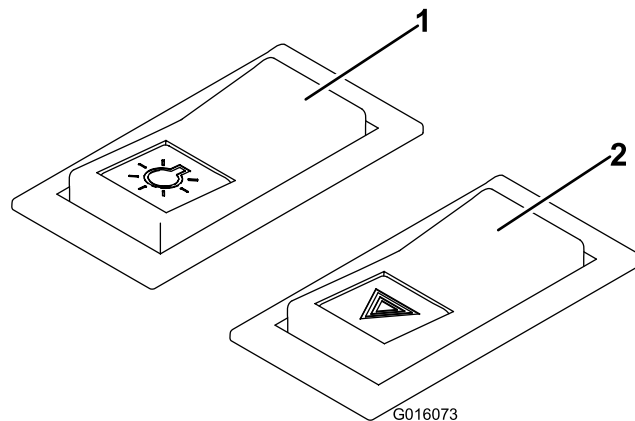

Figura 20
- El **interruptor de las luces de emergencia** controla las luces de emergencia, y funciona con el interruptor de contacto en la posición de Encendido o Apagado (Figura 20).
- El **interruptor maestro** controla las luces delanteras y traseras y los faros. Funciona solamente cuando la llave de contacto está en la posición de Encendido (Figura 20).